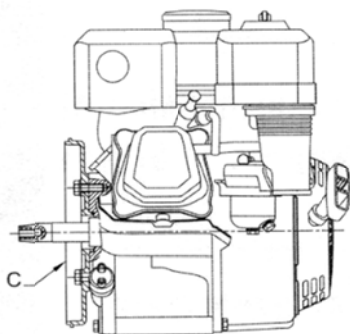

Рис. 2b
- 2) Закрепите поперечную тягу (13) на конце вала двигателя (см. рис. 2b).